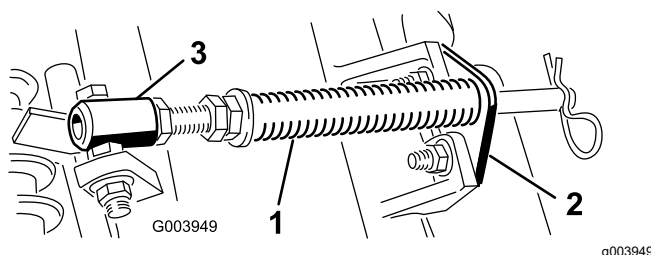

**Рисунок 10**
- A. Выверните два каретных болта и две гайки, которые крепят кронштейн штока к выступам режущего блока (Рисунок 10).
- B. Выверните фланцевую гайку крепления болта трубки пружины к выступу несущей рамы (Рисунок 10)